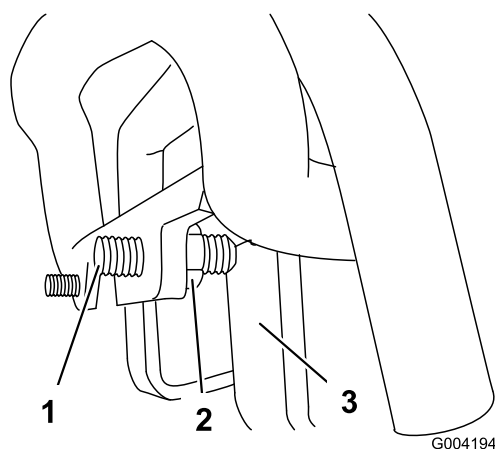

図 54
3. マシンが左にずれていく場合には、走行コントロール前部にある走行固定ねじを固定している**右側**のジャムナットをゆるめて固定ねじの調整を行う 図 54。
左側のジャムナットをゆるめて固定ねじの調整を行う 図 54。